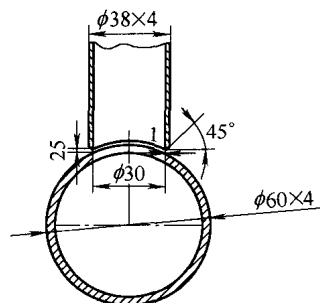

图 3
(2) U形蛇形管与膜式壁管(材质均为20G),坡口形式(见图3)是蛇形管开马鞍型45°坡口,膜式壁管子上开通孔的形式。蛇形管规格较小,采用氩弧焊打底,焊条电弧焊填充和盖面。焊前定位焊3处,装配时,要求根部间隙满足图样的要求($b=2.5$)。工艺参数如表2所示。